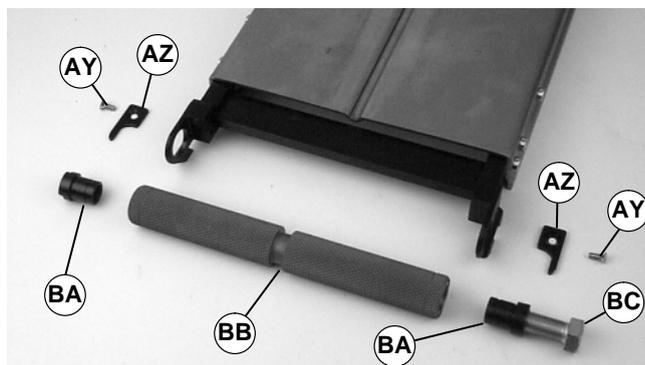

Abbildung 37
1. Die zwei (2) Schrauben entfernen (AY siehe Abbildung 37).
2. Zwei Clips entfernen (AZ).
3. Die Schraube (Teilnr. 906-278*) in die Lagerhülse(n) (BC siehe Abbildung 37) installieren (BA). Die Lagerhülse(n) entfernen (BA).
HINWEIS: Falls die Lagershülse (BA siehe Abbildung 37) nicht herausgleitet: